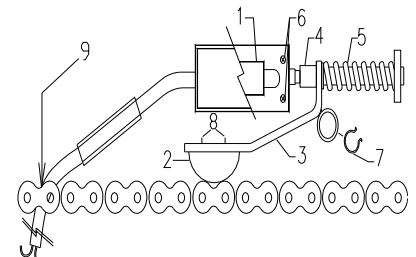

Fig.18
2. Zet de kettingschakelaar(1) met 2 inbusbouten (6) op het basisframe vast (zie Fig 18)
3. Monteer met de 2 zelftapschroeven(8) het rubberen geleideblok (2) op de schakelarm (3).
4. Monteer de schakelarm op de scharnierpen die op het basisframe is bevestigd en fixeer deze met een seegerring (7).
5. Plaats pen (4) met een veer (5) aan zijde in het gat van de schakelarm en de andere zijde door het gat van de geleide plaat die op het basisframe is gelast.
6. Controleer of de bedrading niet door de ketting wordt geraakt (9).